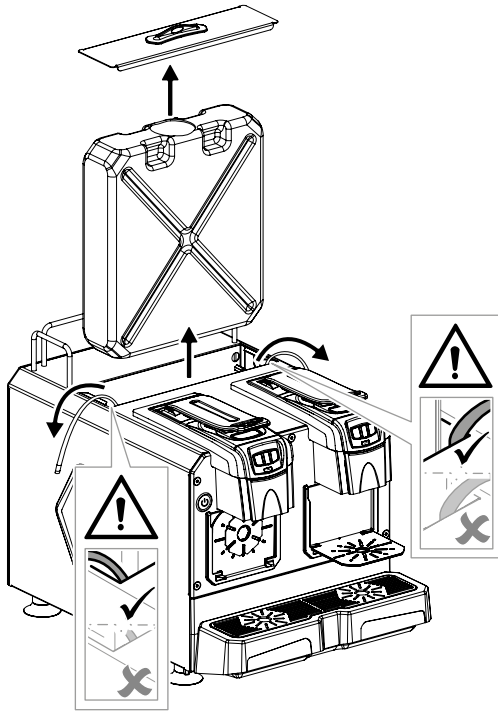

Fig. 6
- Togliere il coperchio serbatoio acqua, sfilare i due tubi di pescaggio inseriti nel serbatoio dell'acqua e posizionarli nella parte esterna della macchina (Fig.6).
- Sfilare il serbatoio dal proprio alloggiamento e riempirlo con acqua fresca, non gasata (Fig.6).
- Togliere il coperchio serbatoio acqua, sfilare i due tubi di pescaggio inseriti nel serbatoio dell'acqua e posizzarli nella parte esterna della macchina (Fig.6).